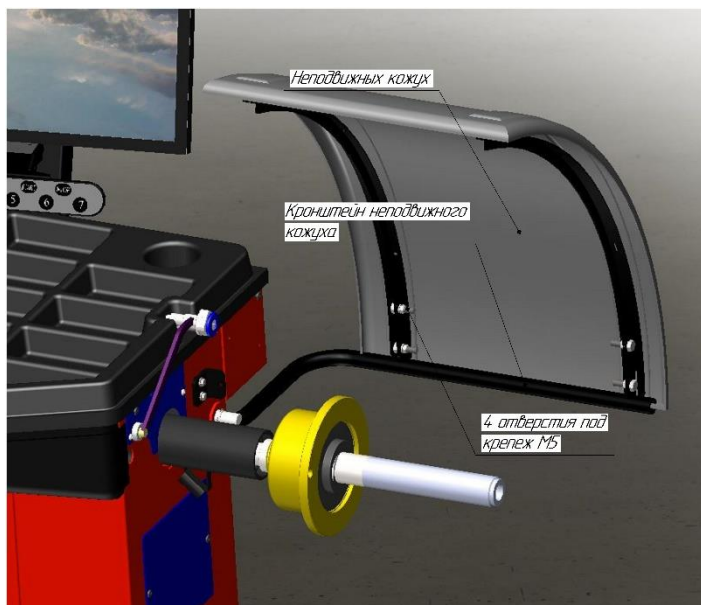

Рис. 4. Установка неподвижного кожуха
9. Прикрепить неподвижный кожух к кронштейну с помощью четырёх болтов с шайбой и гайкой М5 (рис. 4).